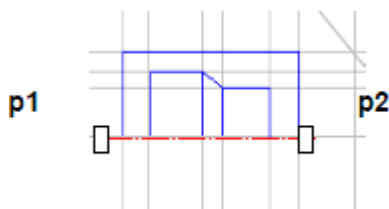

Рис.2.
5) указать последовательно первую точку **p1**, а затем вторую **p2** принадлежащих оси симметрии (рис.2). Для завершения построений нажмите кнопку  в **Панели свойств**.